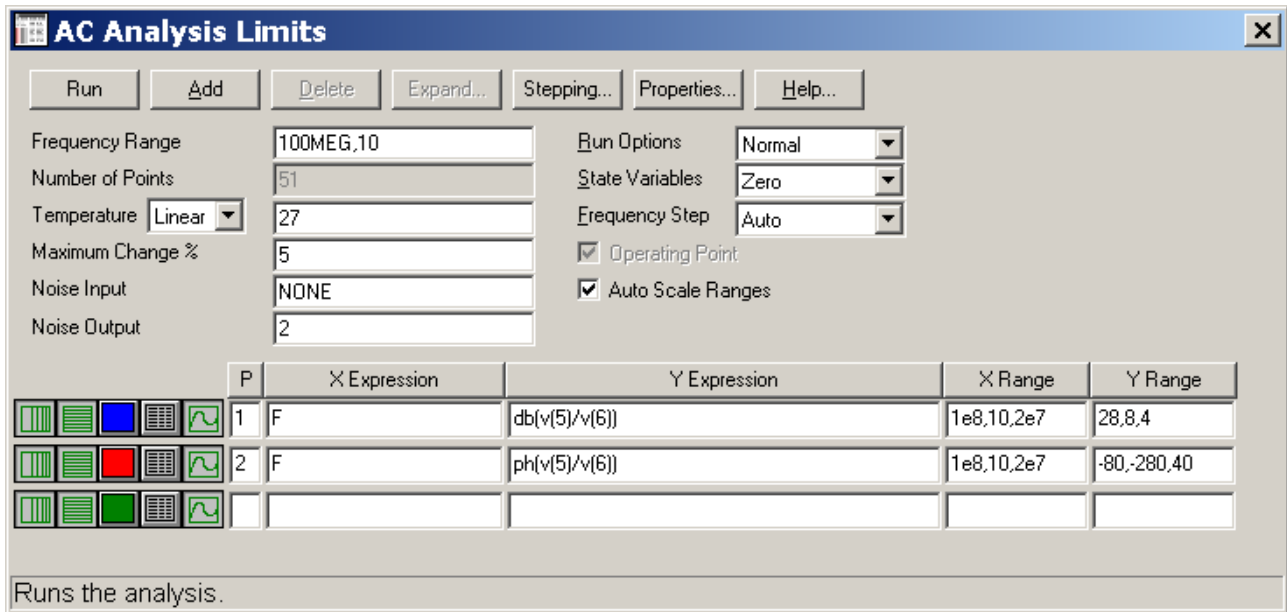

Рис. 3.3. Настройки MicroCAP для построения АЧХ и ФЧХ усилительного каскада
2.5. Постройте АЧХ схемы, используя режим AC Analysis. Для этого установите следующие настройки (рис. 3.3).